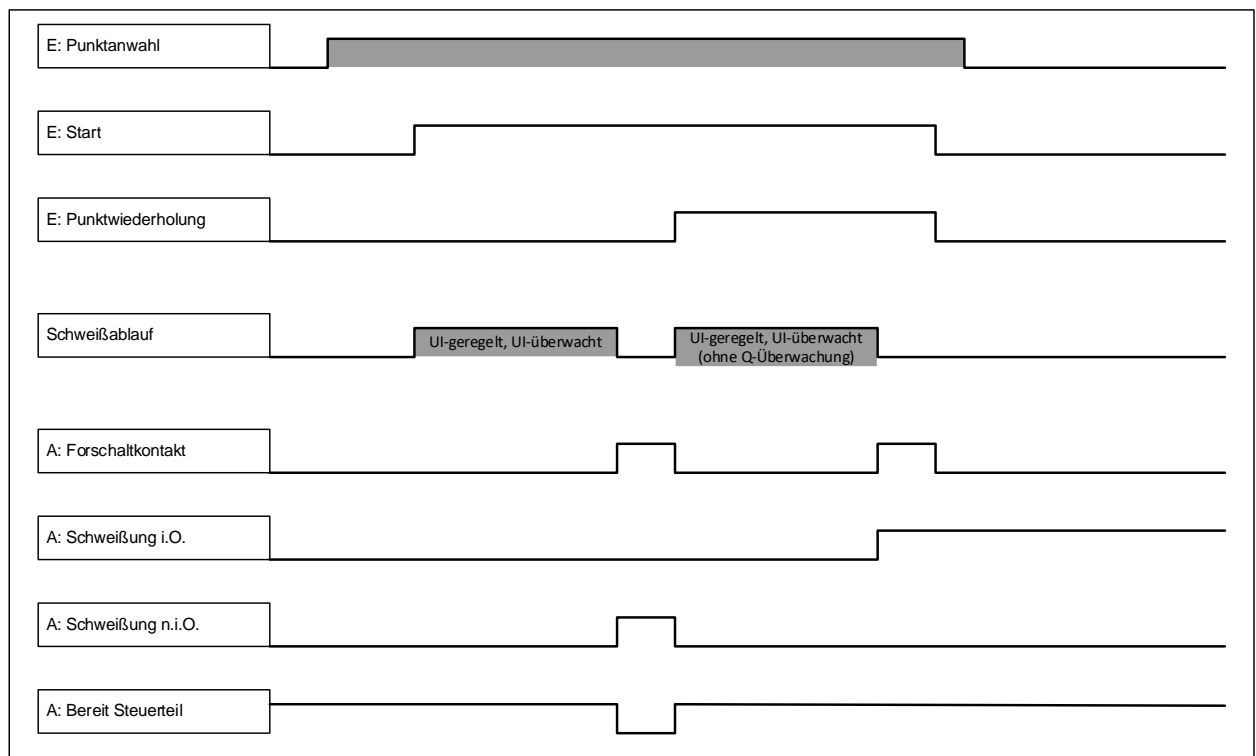

Abb. 5: Wiederholtschweißung in Ordnung
- Wiederholschweißung in Ordnung (siehe Ablaufdiagramm Abb. 5):